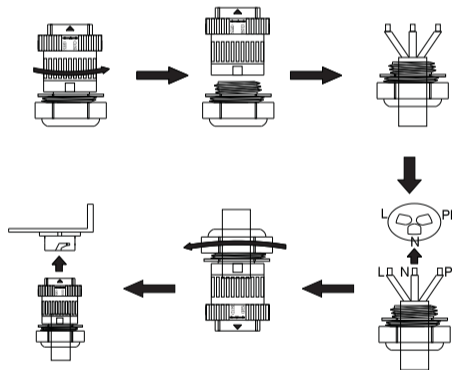

图 6 AC 侧与逆变器接线示意图
- (1) 单相交流电网电缆在接入逆变器之前，必须按照当地电气安全规范做好防雷、防短路等保护措施；
- (2) 按照图 6 所示，将单相公共电网 L、N、PE 三根导线接入 AC 端子并锁紧，然后将 AC 端子与逆变器的交流端口对接。
- (3) 将光伏板的直流输出线与我司配套的直流连接器固定连接，然后将直流连接器与逆变器的 DC 端口对接。